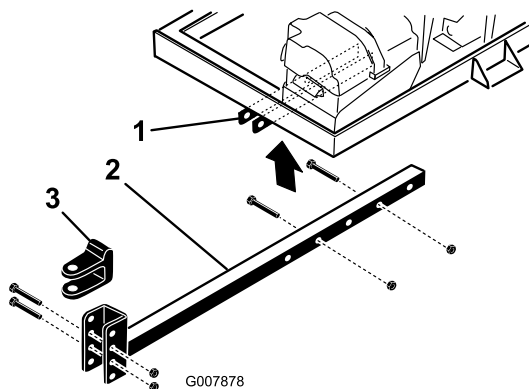

图 4
2. 将挂钩管插入机架支架 **图 4**。用 2 个螺栓 $\frac{3}{8}$ x 3 英寸和凸缘螺母 $\frac{3}{8}$ 英寸将挂钩管固定到机架上并上紧扭矩至 40N·m。
- 卸下将挂钩 U 形销 图 4 固定到挂钩管上的螺栓和锁紧螺母。
- 卸下将挂钩管固定到机架支架的螺栓和螺母 图 4。